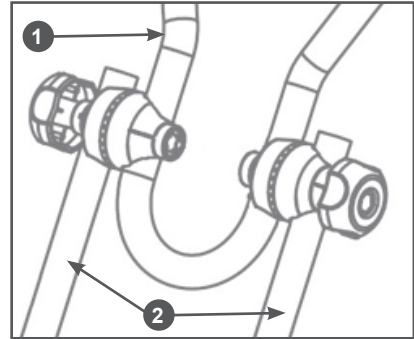

Рис. 6 Установка рабочих рукояток
6. Установите на стойки 2 рабочие рукоятки 1 (Рис. 6).